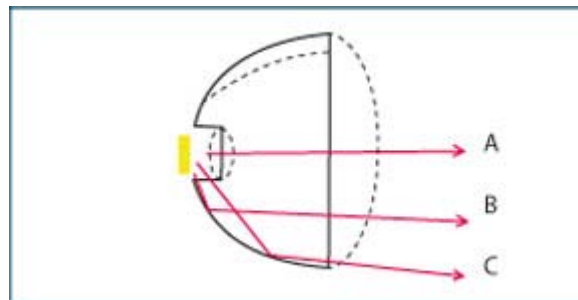

Fig. 2
Dans le cas d'une **ampoule à LED** munie d'une lentille classique (Fig. 2), le faisceau lumineux sera très puissant au centre de l'optique (A). Les rayons lumineux (B) et (C) seront atténués et ne visibles que depuis un certain angle de vue. La distribution de la lumière ne sera pas uniforme.
La Fig. 2 démontre que plusieurs LED équipées chacune d'une lentille ne génèrent pas de faisceau moins éblouissant. De plus, on constate qu'en multipliant les sources de stimulation, la lumière semble moins éclatante. Le nerf optique est toujours fortement sollicité.